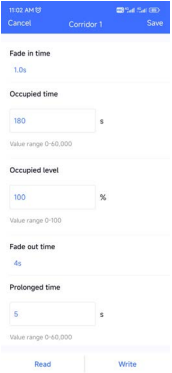

Figure 45
Étape 1: Paramètre "Corridor 1": Cliquez sur "Corridor 1" comme le montre la figure 10, nous pouvons définir le mode de fonctionnement de l'entrée de l'unité de commande K1 comme le montre la figure 44, et le mode par défaut d'usine est le mode "PD". Si l'utilisateur met le mode "CD", l'entrée K1 peut être reliée à un capteur de mouvement à contact sec et détecter un mouvement pour commander la cible de la touche 1. Les paramètres de réglage disponibles du capteur de mouvement sont présentés ci-dessous sur les figures 45 et 46:
Le « temps de faiblissement » est le temps de faiblissement pendant lequel l'ECG DALI cible est réglé pour faiblissement de l'état actuel jusqu'au niveau d'occupation réglé après la détection d'un mouvement, comme illustré à la figure 45. Cliquez sur « Temps de fading » pour accéder à la page de réglage de la valeur. Il peut être réglé sur 0S ~ 90,5 s. Le réglage par défaut d'usine est 1S, comme le montre la figure 47.
"Temps d'occupation" définit combien de temps durera le niveau d'occupation, comme illustré à la figure 45. Les paramètres disponibles sont 0S ~ 60000S et le paramètre par défaut d'usine est 180S, comme le montre la figure 45.
Le « niveau d'occupation » est le réglage de la luminosité à laquelle l'ECG DALI cible va tourner après avoir détecté un mouvement, comme illustré à la figure 45. Les paramètres disponibles sont de 0 à 100%, et le paramètre par défaut d'usine est de 100%, comme le montre la figure 45.
Le « temps de fading » est le temps de fading dans lequel l'ECG DALI cible est réglé depuis le niveau d'occupation jusqu'au niveau prolongé réglé après l'expiration du temps d'occupation, comme illustré à la figure 45. Cliquez sur « Temps de disparition » pour accéder à la page de réglage de la valeur. Il peut être réglé sur 0S ~ 90,5 s. Le réglage par défaut d'usine est 4S, comme le montre la figure 48.